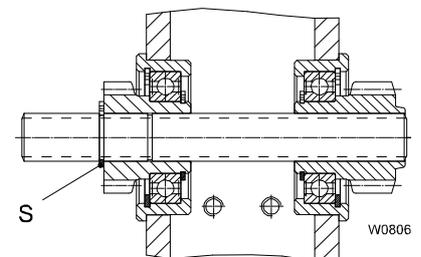

Fig. 22
- Montar los anillos de seguridad (S) conforme a Fig. 21 y Fig. 22.